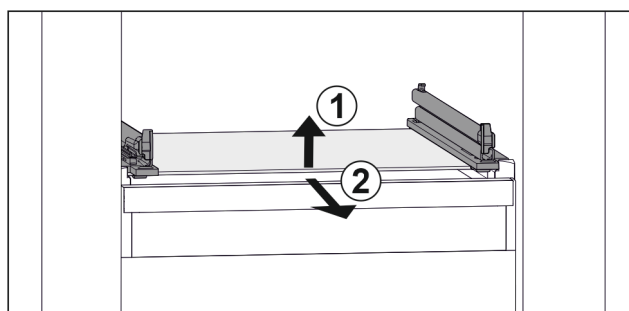

Fig. 94 Exemple de représentation de la tablette en verre
- ▶ Soulever la tablette en verre par l'avant. Fig. 94 (1)
- ▶ Retirer la tablette en verre par l'avant. Fig. 94 (2)